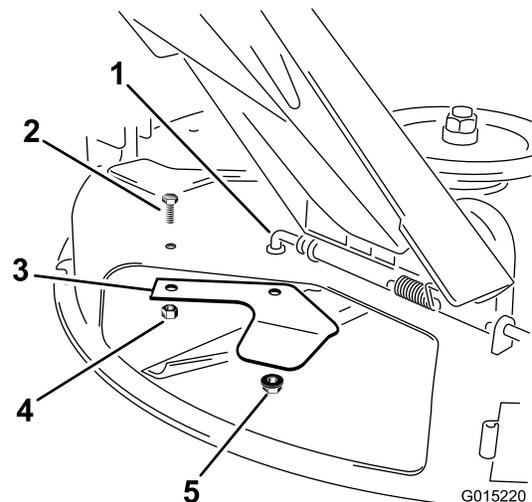

Bild 1
4. Nehmen Sie die Sicherungsmuttern und die Schraube ab, mit denen das Versatzablenkblech an der Unterseite des Mähwerks befestigt ist (Bild 1). Bewahren Sie alle Teile und Befestigungen auf.
5. Fassen Sie in die Innenseite der Seitenauswurföffnung und entfernen Sie den Kicker; bewahren Sie ihn und die lange Schraube für eine spätere Verwendung auf. Bewahren Sie die Sicherungsmutter für eine Verwendung im nächsten Schritt auf (Bild 1).